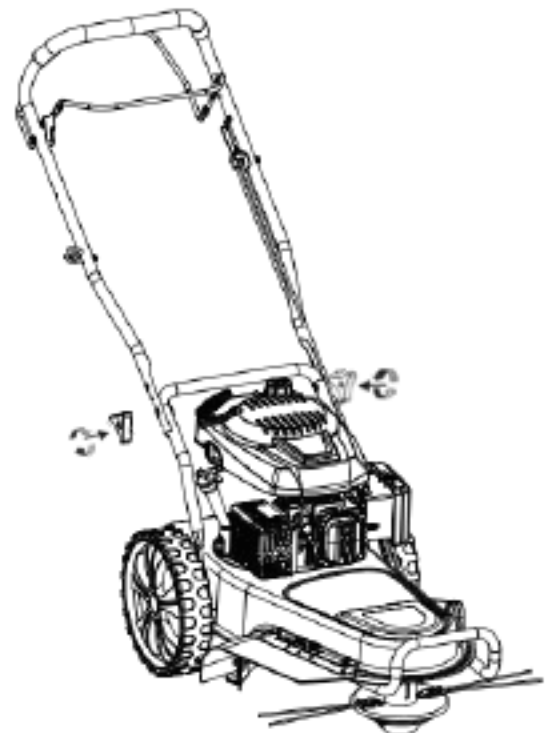

Figure 3-2
3. Bringen Sie den oberen Lenker durch Vor- oder Zurückdrehen in eine der drei Positionen. Befestigen Sie den oberen Lenker mit den in Schritt 1 entfernten Rändelschrauben und Flügelknöpfen am unteren Lenker. Siehe Abbildung 3-2.